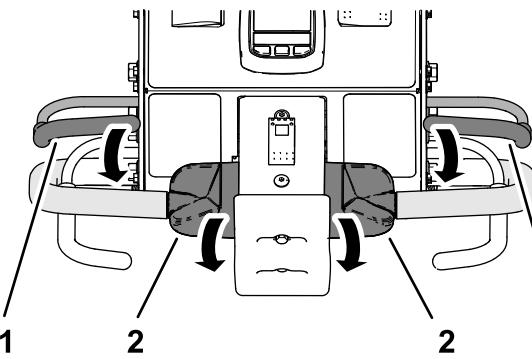

Bild 35
1. Halten Sie einen der beiden Schaltbügel am Lenker fest und drehen Sie den oberen Teil des Fahrantrebshebels nach vorne (Bild 35).